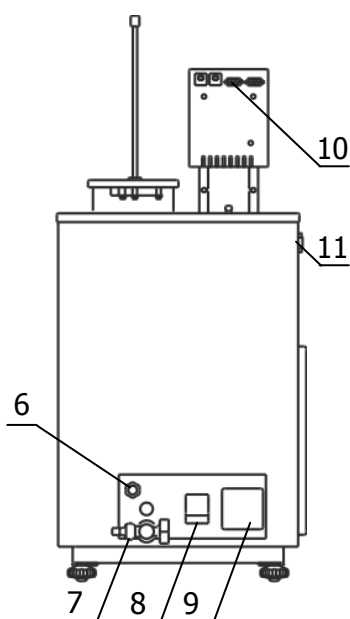

Рисунок 5 — Задняя панель ванны термостата
2.2.5 К переливному штуцеру 6 (рисунок 5) присоединить гибкий шланг. Второй конец шланга опустить в емкость для сбора излишков теплоносителя объемом 1.5–2 литра.
2.2.7 Вставить вилку сетевого кабеля блока регулирования в розетку 9 (рисунок 5). Соединить кабелем из комплекта поставки блок регулирования (разъем 10) и холодильную машину (разъем 11). Сетевой кабель термостата подключить к питающей сети напряжением 220 В. Для этого в лабораторном помещении должна быть установлена электрическая розетка из комплекта поставки термостата.
2.2.8 Автоматический выключатель 8 (рисунок 5) перевести в положение «включено».
точного уровня теплоносителя. Доливать теплоноситель следует до момента начала слива из переливного штуцера 6 (рисунок 5).
2.2.11 При проведении работ по очистке термостата, слить теплоноситель через сливной кран 7 (рисунок 5).
2.3.4 При работе термостата на температурах, близких к нижней границе диапазона регулирования необходимо доливать теплоноситель до момента слива его из переливного штуцера 6 (рисунок 5) при охлаждении термостата на каждые 10 °С.
2.4.4 Надеть сливной шланг из комплекта поставки на сливной кран 7 (рисунок 5) и закрепить его хомутом. Свободный конец шланга опустить в емкость для сбора теплоносителя объемом не менее 20 литров.